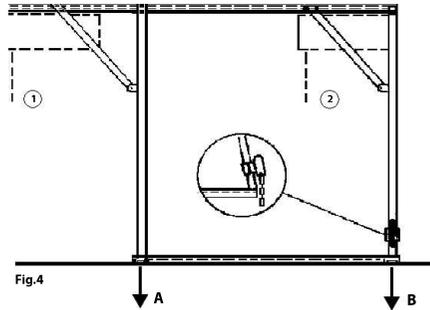

Fig.4
7. Falls der Benutzer den Seilzug ohne Ballast einsetzen möchte, hat er dafür zu sorgen, dass das Bockgerüst nach den von einem entsprechend qualifizierten Fachmonteur vorgeschriebenen Angaben gemäß den gesetzlichen Vorschriften verankert wird. Zu diesem Zweck werden im vorliegenden Handbuch (siehe Abb.4) die Lasten angegeben, die auf die Auflagefläche und Verankerungen einwirken. Die Verankerung hat auf jeden Fall mit den dafür vorgesehenen zwei Rohrklemmen mit Ring ausgeführt werden (vom Hersteller auf Anfrage geliefert), die am unteren Ende der hinteren Rahmenstangen anzubringen sind.